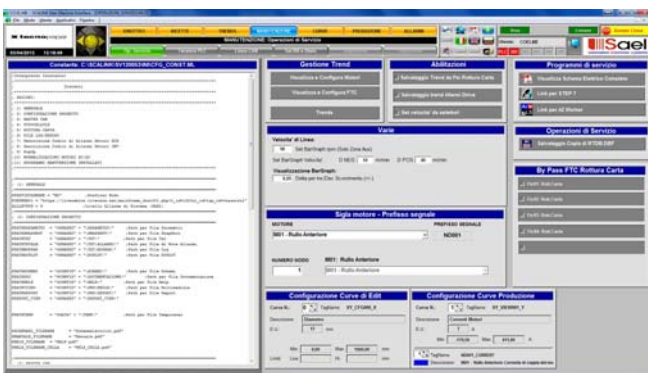

**Fig.5) PAGINA GESTIONE TRENDS REALI E BOBINA AVVOLTA (IN OPZIONE)**
- Pagina/e **Trends reali e bobina eseguita (opzione - Fig.5)**